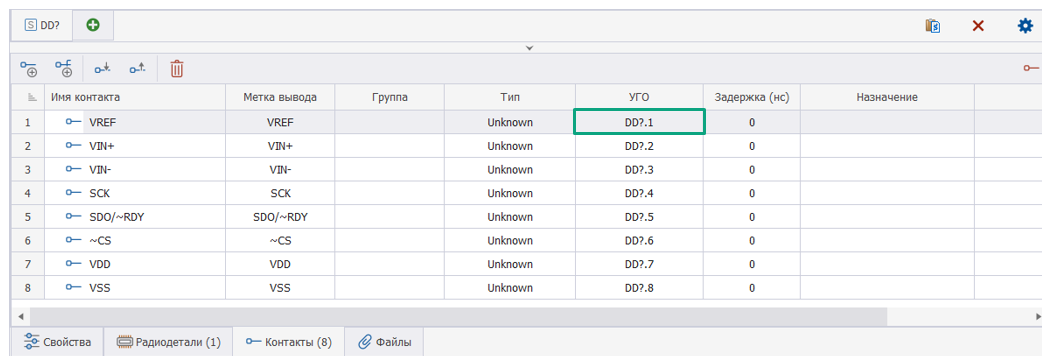

Рис. 272 Результат сопоставления в таблице контактов
3. В таблице контактов отображается сопоставление вывода УГО с выбранным контактом, см. Рис. 272.